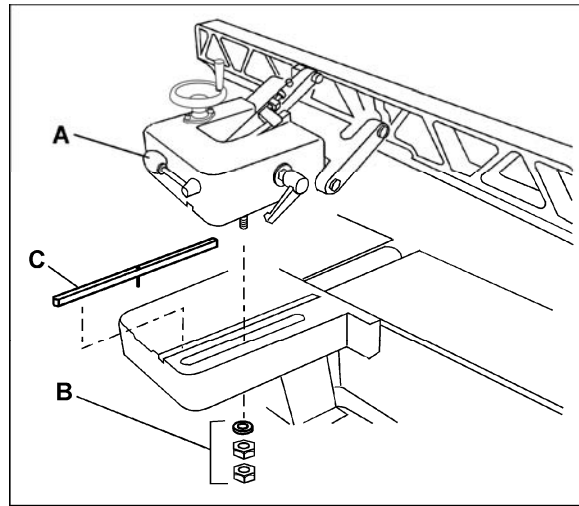

Figura 46
2. Retire la chaveta (C, Figura 46) del soporte de la guía. Si necesario, use un destornillador plano para hacer un efecto de palanca en un extremo de la chaveta.
NOTA: Al colocar la el conjunto de guía a su posición normal, asegúrese de instalar primero la chaveta en su ranura (C, Figura 46).